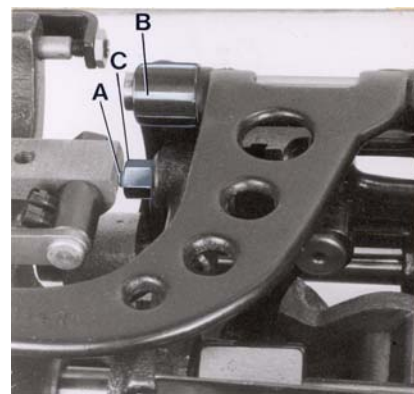

Fig. 8
Remove the rear cloth plate. The length of the stitch can be adjusted by raising or lowering the stud (A, Fig. 8) in the segment slot of the feed rocker (B). Lowering stud (A) will lengthen the stitch, raising the stud will shorten the stitch. After loosening nut (C), stud (A) can be moved accordingly. When the desired stitch length is obtained, retighten nut (C) and remount cloth plate.
Remueva la tapa trasera. El largo de la puntada se ajusta moviendo el perno (A, Fig. 8) en la ranura del marco del alimentador (B). Bajando el perno (A) pone la puntada mas larga y subiéndolo la pone mas corta. Después de aflojar la tuerca (C), el perno (A) se deja mover. Cuando se logra el largo de la puntada deseado, hay que apretar la tuerca (C) otra vez y montar la tapa trasera.